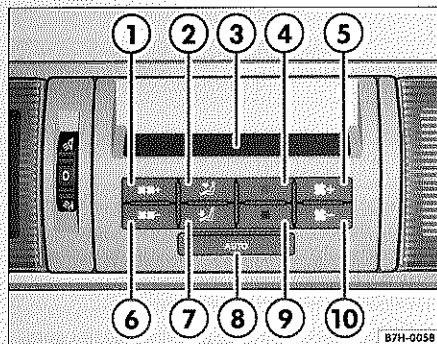

Fig. 12 Mandos traseros del 3C-Climatronic en el techo del vehículo
- Pulse la tecla ⇒ fig. 12 ① para mantener desempañadas las ventanillas laterales de las plazas traseras.
- Pulsando de nuevo la tecla ① aumenta la velocidad de la turbina.
- Pulsando la tecla ⑥ se puede reducir la velocidad de la turbina o desconectarse.